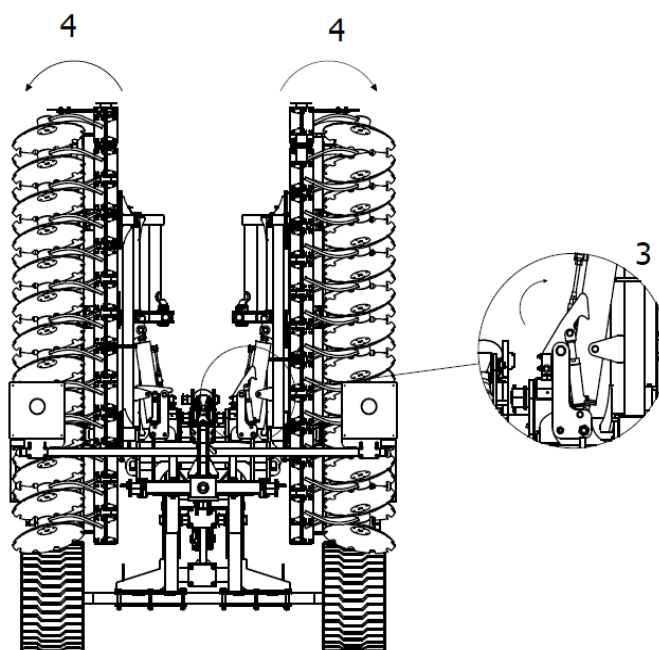

Fig. 6 Étapes du dépliage de la machine : 3 – crochet du verrouillage hydraulique décroché 4 – les bras se déplient (« s'ouvrent »).
3. Ensuite, s'assurer que le crochet du verrouillage hydraulique permettra le déverrouillage des bras latéraux et les déplier (« ouvrir ») entièrement (fig. 6).